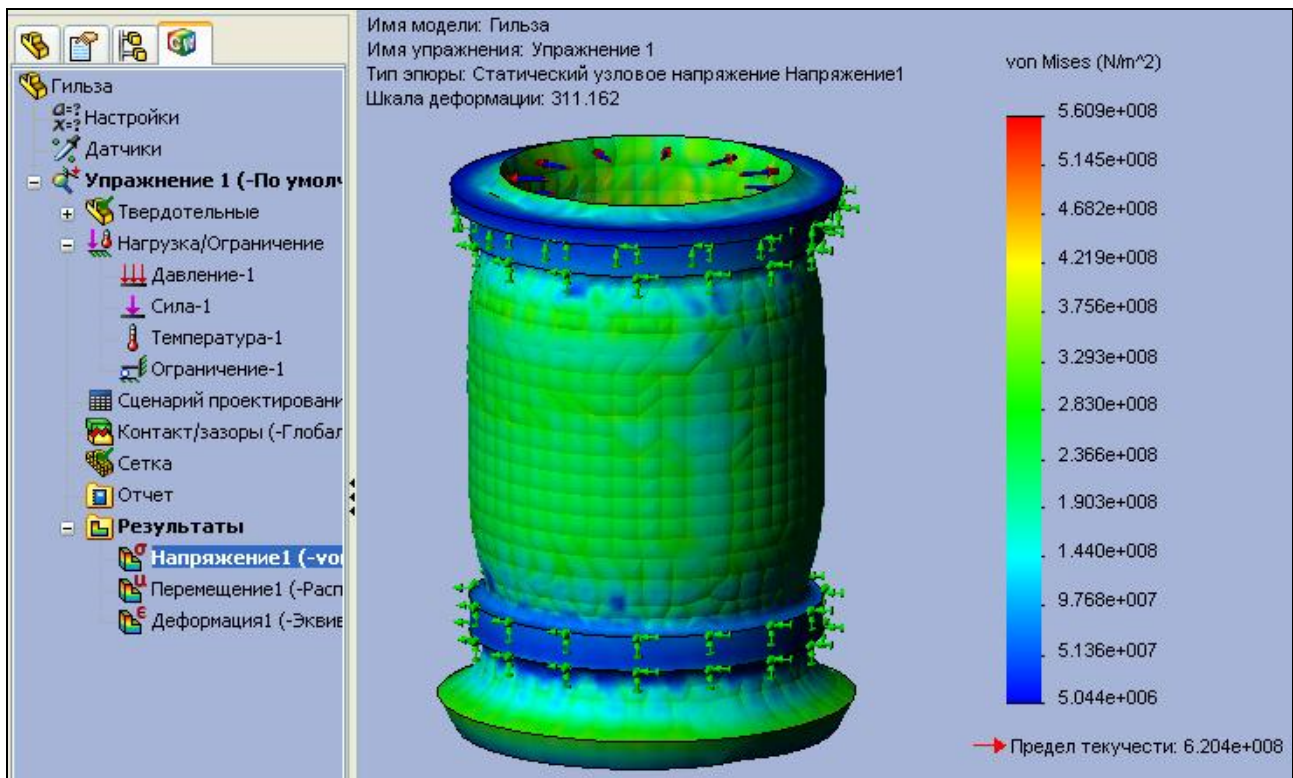

Рис. 8.10. Результаты расчета гильзы цилиндра
9. После успешного расчета проведите анализ напряженного состояния модели гильзы цилиндра с просмотром эпюр (рис. 8.10). Как строить эпюры, показано в пп. 11-17 разд. 3.2.